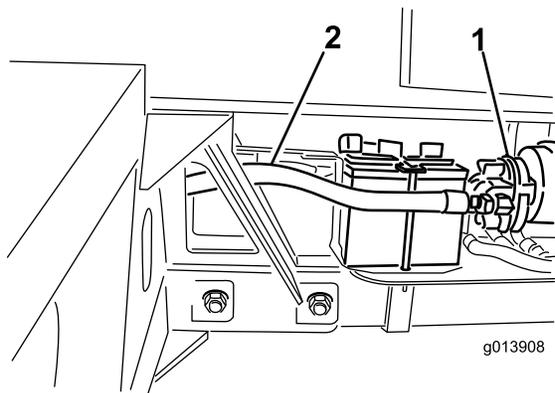

Figura 12
9. Conecte la manguera hidráulica N.º 4 al lado de aspiración de la bomba hidráulica (Figura 12).